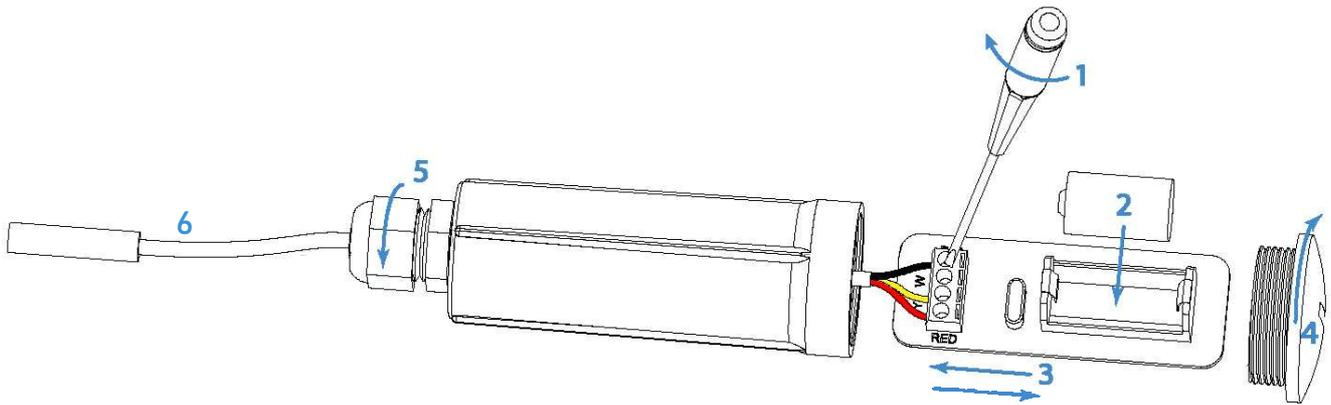

Рис. 3.1 - Подключение зонда Probe B1 или зонда Probe B3 к клеммнику
1. Открутите торцевую крышку **4** корпуса тега, вращая её против часовой стрелки. Выньте плату тега **3** из его корпуса (см. Рис. 3.1).
4. Просуньте конец зонда Probe B1 или зонда Probe B3 **6** со свободными от изоляции и залуженными цветными проводами сначала через гайку **5**, а затем через отверстие кабельного ввода тега и вставьте их в клеммный блок. При этом соблюдайте цветовую маркировку, как показано на Рис. 3.1 или в Таблице 3.1. Затяните винты клеммного блока с помощью отвёртки **1**.
вставьте в холдер поставляемую в комплекте тега батарею 2 типоразмера 1/2AA (см. Рис. 3.1). Светодиодный индикатор на печатной плате должен начать мигать, ожидая подключения тега к менеджеру.